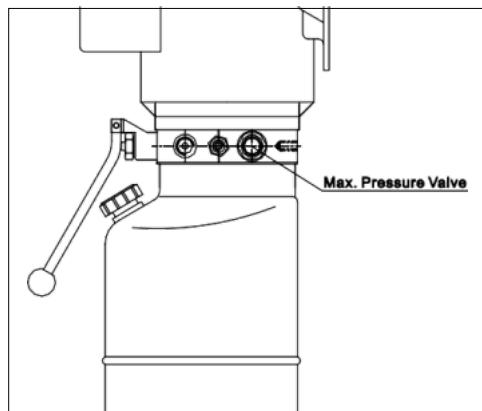

Рис. 13
- ◆ Клапан максимального давления (*Рис. 13*), установленный на гидравлическом силовом блоке, сработает при перегрузке подъемника.